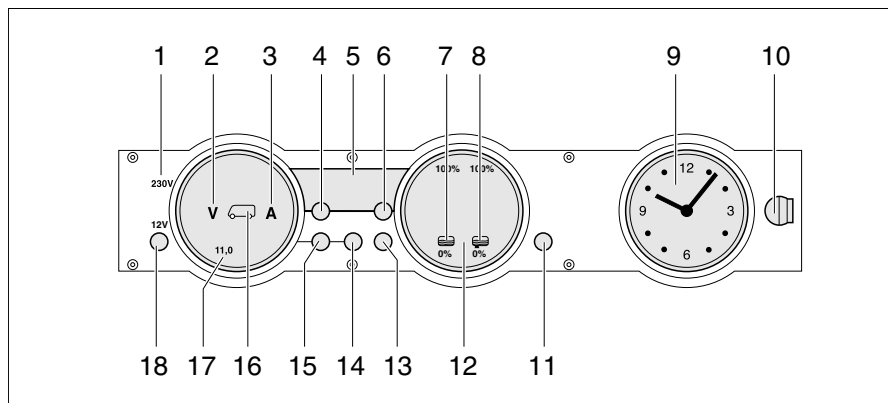

Fig. 259 Panel MP 20-T
La luz de control de 230 V (Fig. 259,1) se enciende cuando hay tensión de red en la entrada del bloque eléctrico.
El interruptor principal de 12 V (Fig. 259,18) conecta y desconecta el panel y la alimentación de 12 V del habitáculo.
- Pulsar la tecla "12 V" (Fig. 259,18) brevemente. La alimentación de 12 V del habitáculo está conectada. La visualización de control "12 V" está encendida.
- ▷ En caso de que después de la conexión parpadeen tanto el LED "11,0" de la visualización de voltios así como el símbolo Voltios "V" (Fig. 259,2) en el instrumento indicador Baterías (Fig. 259,17), será demasiado baja la tensión de la batería del habitáculo. Cargar la batería.
- ▷ En caso de que después de la conexión parpadeen tres veces la visualización de control "12 V", el símbolo Batería del habitáculo (Fig. 259,16) y el símbolo Voltios "V" (Fig. 259,2), estará activada la separación de batería. Desactivar la separación de batería.
- Pulsar la tecla "12 V" (Fig. 259,18) brevemente. La alimentación de 12 V del habitáculo está desconectada. La visualización de control "12 V" se apaga.
- Pulsar la tecla Batería del habitáculo (Fig. 259,14) y mantenerla pulsada aprox. 10 segundos. Los símbolos Voltios "V" (Fig. 259,2) y Amperios "A" (Fig. 259,3) parpadean tres veces. La batería del habitáculo está separada de la red de a bordo de 12 V.
- Pulsar la tecla "12 V" (Fig. 259,18) y mantenerla pulsada aprox. 5 segundos. El símbolo Voltios "V" (Fig. 259,2) parpadeará tres veces. La batería del habitáculo está conectada a la red de a bordo de 12 V. La visualización de control estará encendida durante aprox. 2 segundos.
- Pulsar la tecla Batería del habitáculo "🔋" (Fig. 259,14). El símbolo Voltios "V" (Fig. 259,2) estará encendido. Según la carga o la descarga, el símbolo Amperios "A" estará iluminado de color blanco o rojo. La tensión de la batería y la corriente de la batería del habitáculo se visualizan a través de LEDs en el instrumento indicador.
- Pulsar la tecla Batería del motor de arranque "🔋" (Fig. 259,15). El símbolo Voltios "V" (Fig. 259,2) estará encendido. La tensión de la batería del motor de arranque es visualizada a través de LEDs en el instrumento indicador.
- Pulsar la tecla Depósitos  (Fig. 259,13). Los símbolos Depósito de agua  (Fig. 259,7) y Depósito de aguas residuales  (Fig. 259,8) estarán encendidos. Los niveles de llenado del depósito de agua (escala izquierda) y del depósito de aguas residuales (escala derecha) serán visualizados a través de LEDs en el instrumento indicador.
El símbolo Voltios "V" (Fig. 259,2) y el LED "11,0" parpadearán tan pronto la tensión de la batería caiga abajo de 11 V (medición durante el funcionamiento) y exista el riesgo de una descarga completa.
El símbolo Depósito de agua "☰" (Fig. 259,7) o el símbolo Depósito de aguas residuales "☷" (Fig. 259,8) parpadeará si el depósito de agua está vacío o el depósito de aguas residuales está lleno.
A través del visualizador digital (Fig. 259,5) es posible visualizar la temperatura interior y la temperatura exterior.
- Pulsar la tecla Temperatura interior "☶" (Fig. 259,4). Indica la temperatura interior.
- Pulsar la tecla Temperatura exterior "☼" (Fig. 259,6). Indica la temperatura exterior.
El instrumento indicador Reloj (Fig. 259,9) indica la hora. El reloj contiene una batería propia y no está conectado a la red de a bordo de 12 V.